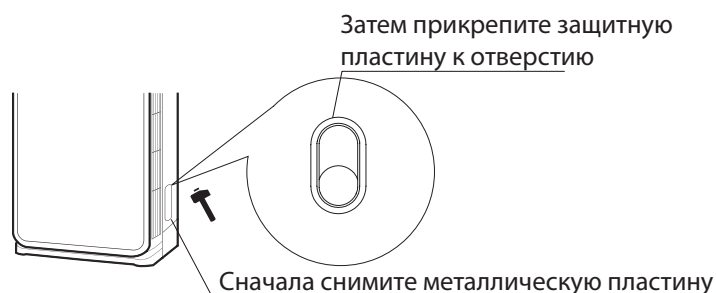

Рис. 4.6
2. С помощью ножа вырежьте небольшое отверстие по меткам на защитной пластине от грызунов. (См. рис. 4.6)